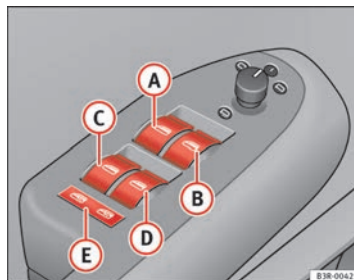

Abb. 79 Ausschnitt aus der Fahrertür: Schalter
- A** Schalter ⇒ Abb. 79 für das Fenster in der Fahrertür
Mit dem Sicherheitstaster ⇒ Seite 111, Abb. 79 Ⓔ können die Schalter an den hinteren Türen außer Betrieb gesetzt werden. Nur wenn der Schalter hineingedrückt ist, lassen sich die Fenster von den Fondsitzen aus öffnen oder schließen.